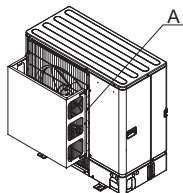

Abb. 2-4
- (2) Installieren Sie eine Luftauslassführung, wenn die Anlage an einem Aufstellort installiert ist, an dem die Gefahr besteht, dass starker Wind direkt in die Luftaustrittsöffnung bläst. (Abb. 2-4)